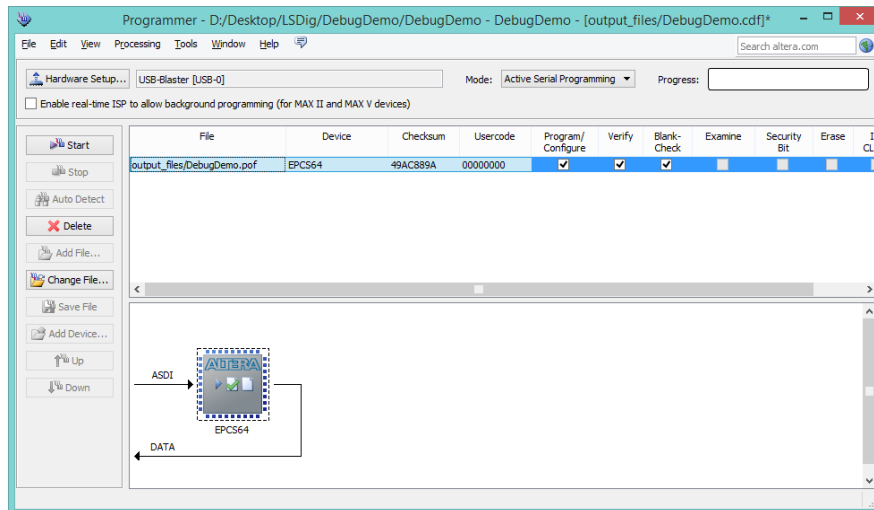

Figura 20 – Seleção do ficheiro e opções para programação da memória FLASH.
4. Uma vez gerado o ficheiro POF, para programar a memória FLASH do kit DE2-115, é necessário executar o comando *Program Device* no “Altera Quartus II”, selecionar o modo “Active Serial Programming” (figura 20), premir “Add File” para adicionar o ficheiro “DebugDemo.pof” e selecionar as opções *Program/Configure* e *Verify*. Para efetuar a programação da FLASH propriamente dita, o botão *Run<->Prog* do kit DE2-115 deve ser colocado na posição *Prog* e deve ser premido o botão *Start* na aplicação de programação.